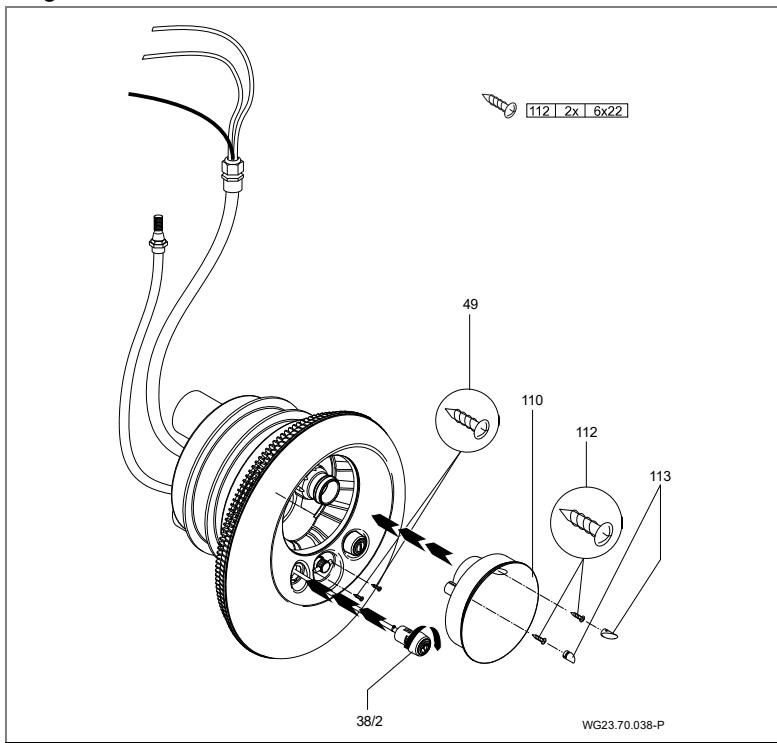

Fig. 20
8. Colocar la placa de acero inoxidable (93) contra la carcasa de aspiración (107) y fijarla a la carcasa de las boquillas con los dos tornillos (49). Inserte los dos interruptores neumáticos a través del embellecedor en el alojamiento del cuerpo de boquillas y gire hacia la derecha para bloquear. (Fig. 20)
9. La fijación de la cubierta de luz (110) proporciona una fijación adicional para la placa de acero inoxidable (93). Para ello, insertar la cubierta de luz (110) en la carcasa de las
- boquillas (102.1) por la boquilla de bola (54) y fijarla con los dos tornillos (112). (Fig. 20)